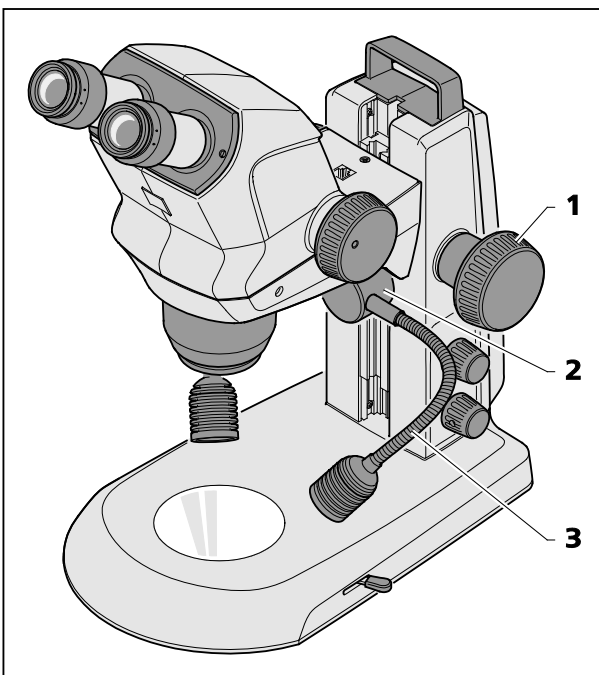

Fig. 16 Lampada a doppio spot
- Spostare il corpo di microscopio mediante la manopola di focalizzazione (Fig. 16/1) alla posizione superiore.
- Spingere la lampada a doppio spot (Fig. 16/2), la quale si trova nella guida, all'altezza desiderata.
- Posizionare gli spot dimodoché l'oggetto sia illuminato ottimamente, piegando i due colli di cigno (Fig. 16/3).